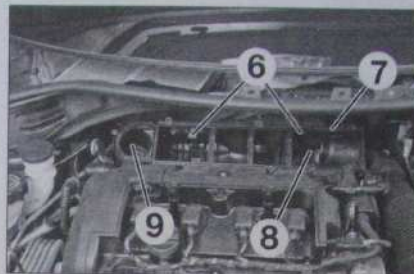

Fig. 61
- le cache de batterie (2),
- le raccord (3),
- la vis (4),
- le couvercle du filtre à air (5),
- les vis (6) (Fig.61),
- le support (7),
- la cuve de filtre à air (8),
- le raccord d'entrée d'air (9).